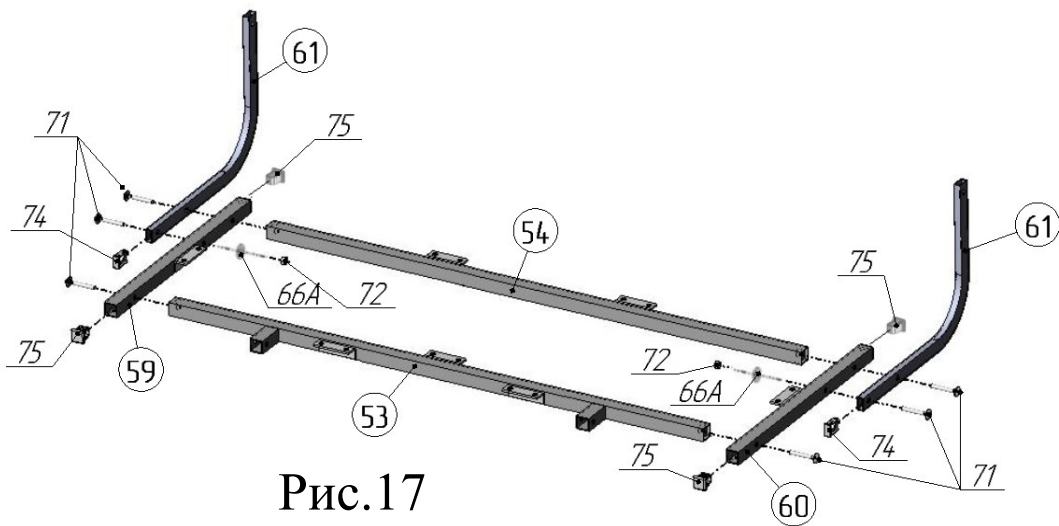

Рис.17
21. В тяги-уголки поз.61 вставить заглушки 10x20 поз.74 (рис.17). К штангам поз.53,54 присоединить штанги поз.59,60, тяги-уголки поз.61, используя винты М6х40 поз.71,
в соответствии с рисунком 17. В двух местах соединить штанги поз.59,60 с тягами-уголками поз.61, используя гайки М6 со стопорным кольцом поз.72, винты М6х40 поз. 71, шайбы $\phi 6 \times 18$ стальные поз.66А. В торцы штанг поз.59,60 вставить заглушки 20x20 поз.75 (рис.17).